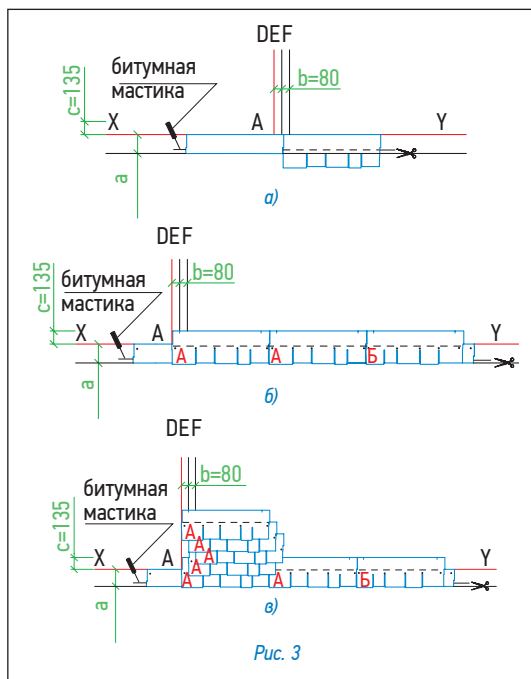

Рис. 3
Укладка материала (рис. 3)
- далее первый ряд черепицы укладывается от линии AD в следующей последовательности: тип А, тип Б (рис. 3б);
- второй ряд черепицы укладывается от линии E (со смещением 8 см от AD) (рис. 3в);
Каждый лист гибкой черепицы крепится 5 гвоздями в штатных местах таким образом, чтобы гвоздь прошивал и верхний край низлежащего листа черепицы (рис. 3б).